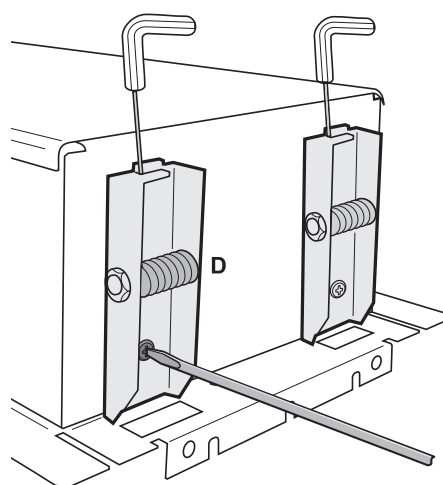

Fig. 3
- Fissare saldamente ai lati della scatola le staffe con molle (D) utilizzando le apposite viti e rondelle fornite in dotazione (fig. 3);
- Fix the brackets with springs (D) firmly to the sides of the box, using the screws and washers provided for this purpose (Fig. 3);
- Fixer fermement sur les côtés du boîtier les étriers à ressort (D) en utilisant les vis et rondelles fournies (fig. 3);
- Die Bügel mit den Federn (D) fest mithilfe der entsprechenden beiliegenden Schrauben und Unterlegscheiben an den Seiten des Kastens befestigen (Abb. 3);
- Bevestig de beugels met veren (D) stevig op de zijanten van de doos en gebruik daarbij de speciale meegeleverde schroeven en ringen (fig. 3);
- Fijar firmemente en los lados de la caja las sujeciones con resortes (D), utilizando los tornillos y arandelas correspondientes incluidos en el suministro (fig. 3);